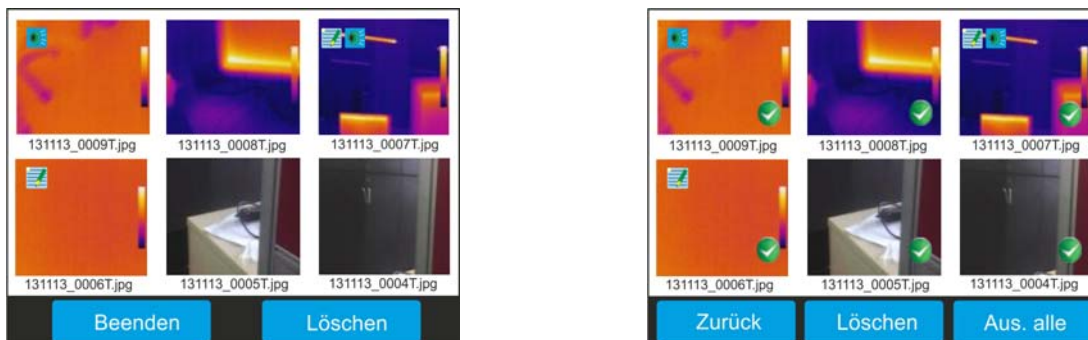

Abb. 67: Auswahl und Löschen der Bilder
1. Berühren Sie das Symbol “Löschen” in der Bildergalerie. Die folgende Bildschirmseite (siehe Abb. 67 – rechte Seite) erscheint im Display: